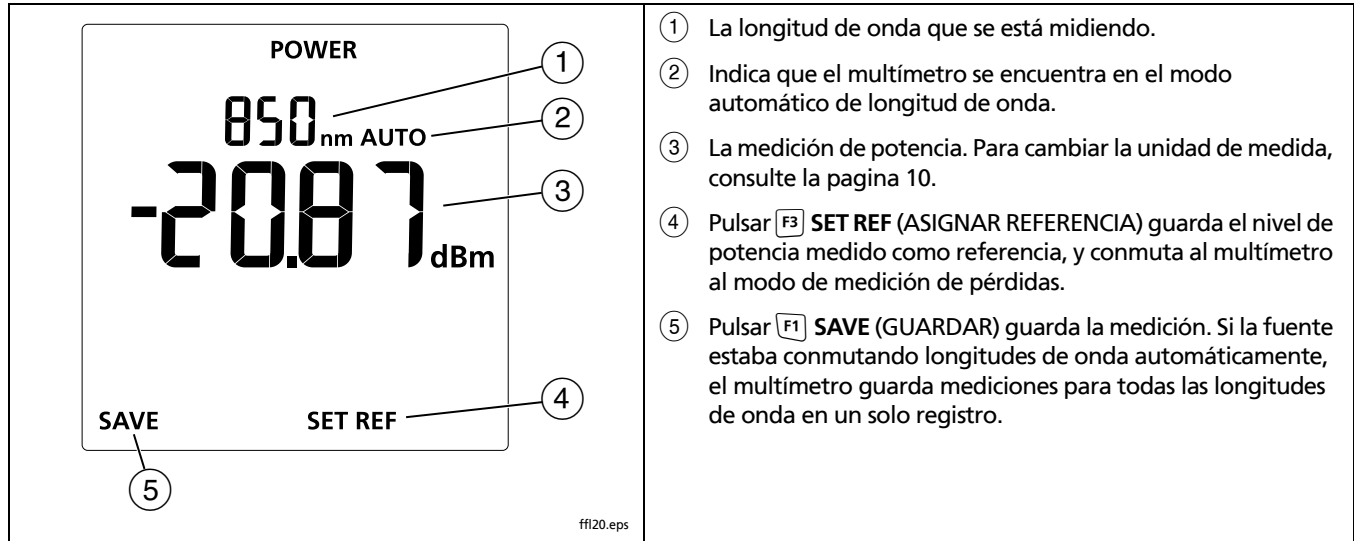

Figura 8. Pantalla de medición de potencia
- 2 En el multímetro, pulse **MODE** hasta que aparezca **POWER** (POTENCIA) (Figura 8).
- 5 En el multímetro, pulse  hasta que aparezca **POWER** (POTENCIA) (consulte la figura 8 en la página 21).